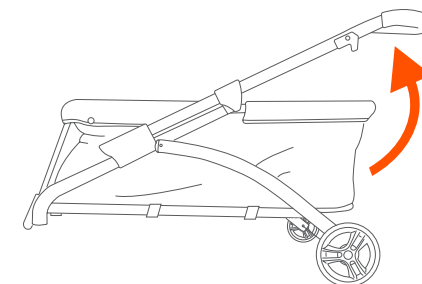

Fig. 1b
- Despliegue el marco de la carriola jalando la manija de la carriola hacia arriba hasta que encaje en la posición de bloqueo (Fig. 1b).